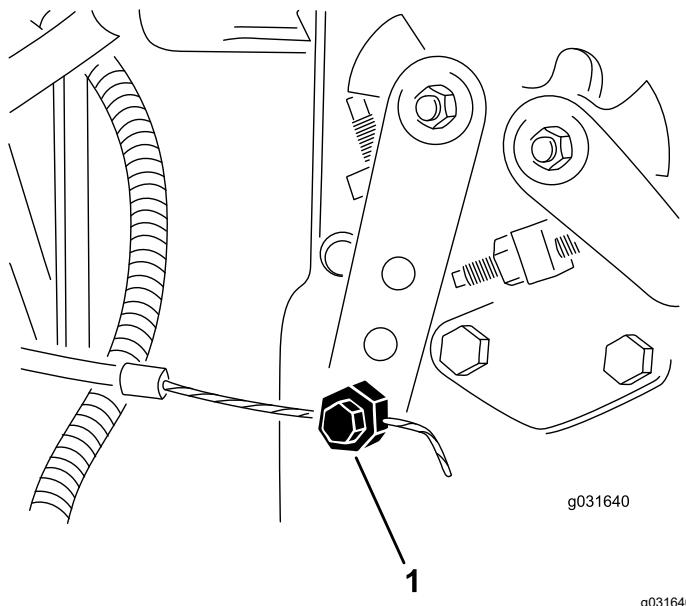

Figura 64
- Allentate il raccordo del cavo dell'acceleratore sulla leva della pompa di iniezione (Figura 64).